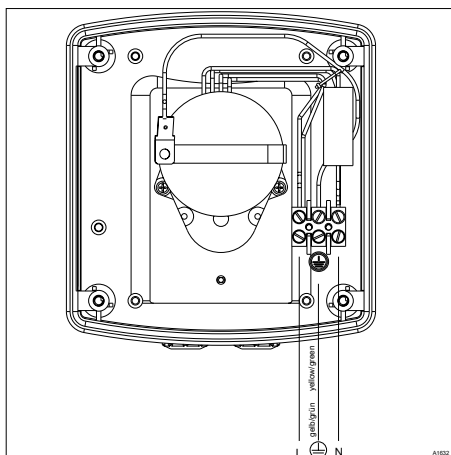

Fig. 7: Esquema de bornes
7. ▶ Efectue as ligações do cabo de rede conforme o esquema, veja Fig. 7 (ligação necessária do condutor neutro)